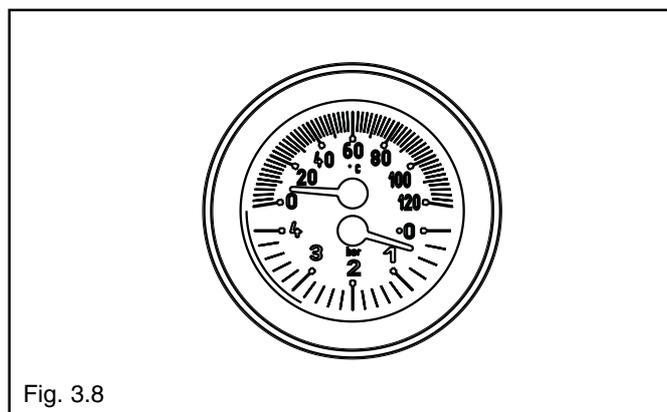

Fig. 3.8
- abrir el tapón del purgador automático (A) 2 vueltas
- abrir la llave de llenado del circuito (B) hasta que la presión indicada en el termohidrómetro llegue hasta 1 bar (fig. 3.8).